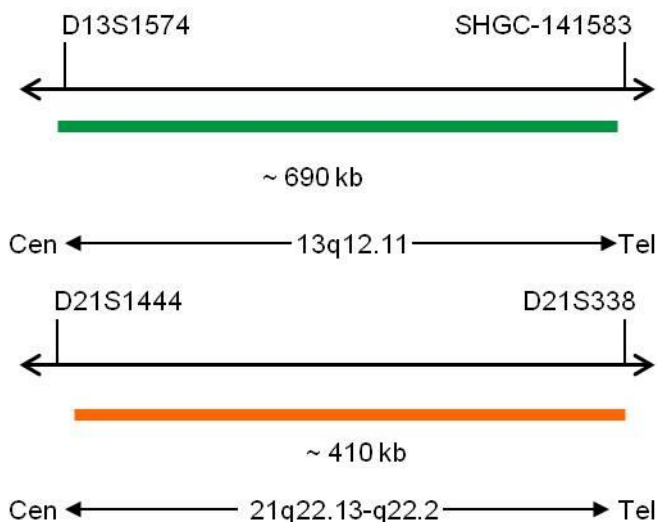

Fig. 1 : En haut : Carte de la sonde SPEC 13 ; En bas : Carte de la sonde SPEC 21q22.13-q22.2 (pas à l'échelle)
- Polynucléotides marqués au ZyGreen (excitation 503 nm/émission 528 nm) (~10,0 ng/μl), qui ciblent une séquence de 13q12.11\* (chr13:20,200,365-20,892,494) (voir figure 1).
- Polynucléotides marqués au ZyOrange (excitation 547 nm/émission 572 nm) (~4,5 ng/μl), qui ciblent une séquence de 21q22.13-q22.2\* (chr21:39,372,983-39,784,773) (voir figure 1).